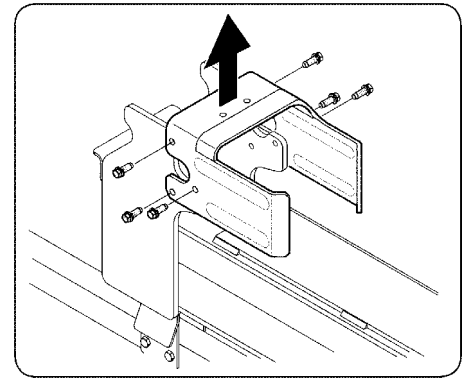

Рис. 4
13. Отсоедините отстойник от кронштейна направляющей станины, удалив шесть шестигранных болтов. См. Рисунок 4.
16. Присоедините отстойник над клином в сборе и закрепите его на сварных кронштейнах ранее снятым крепежом. См. Рисунок 4.